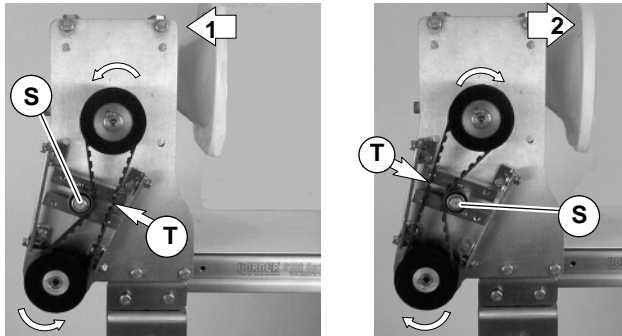

Abbildung 19
5. Je nach Laufrichtung des Fördergurtes (1 oder 2 der Abb. 19) Lage der Zahnriemen-Spannvorrichtung (S) wie gezeigt positionieren. Zahnriemen spannen, bis eine Durchbiegung von 3 mm bei einer Kraft von 4,3 N am mittleren Punkt (T) des Zahnriemens erreicht ist. Die Spannvorrichtung mit 51 Nm festziehen.